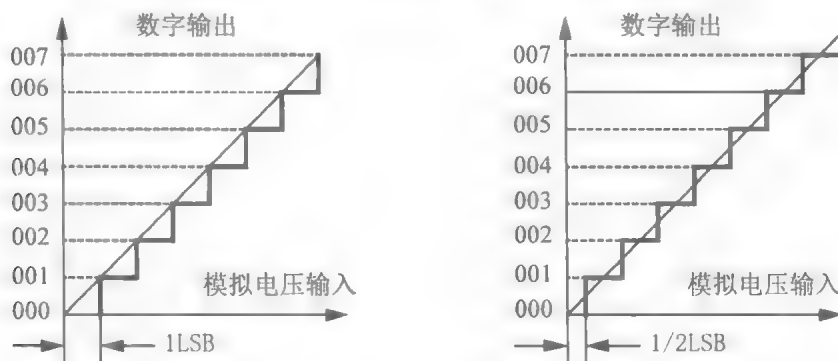

图 9.6 量化误差
- **量化误差**是 ADC 的有限位数对模拟量进行量化而引起的误差。实际上,要准确表示模拟量,ADC 的位数需很大甚至无穷大。一个分辨率有限的 ADC 的阶梯状转换特性曲线与具有无限分辨率的 ADC 转换特性曲线(直线)之间的最大偏差即是量化误差。通常是 1 个或半个最小数字量的模拟变化量,表示为 1LSB、 $1/2\text{LSB}$ 。如图 9.6 所示。